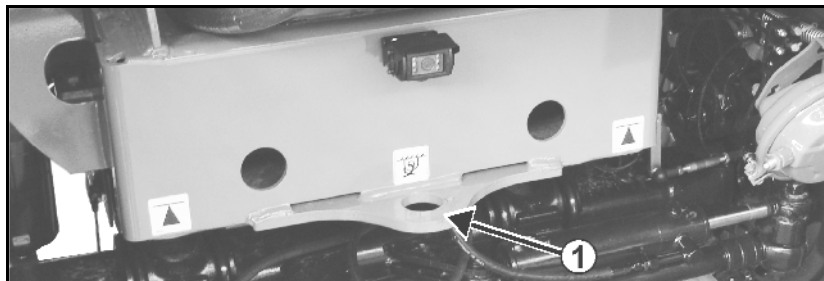

Fig. 8
- Un point d'amarrage à l'arrière (Fig. 8/1)